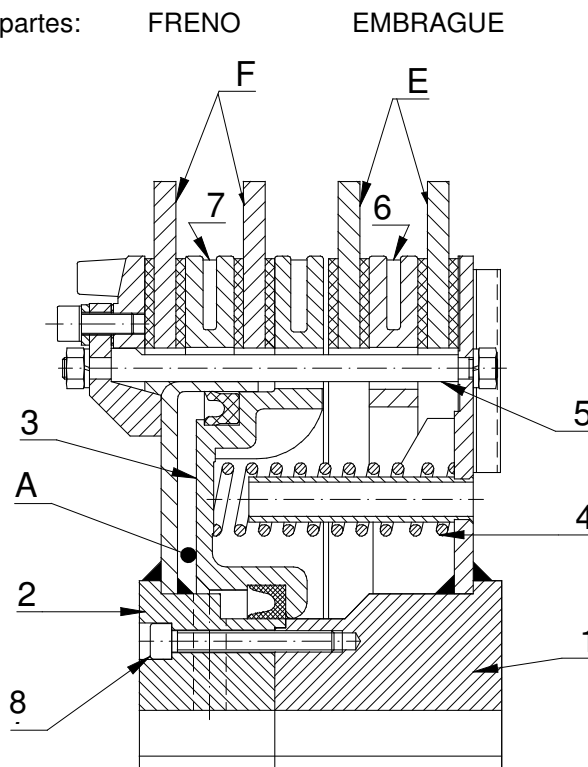

Fig. 2
- Con la máquina parada, desconectar y conectar el aire varias veces y comprobar que el pistón (3) (Fig. 2) se desplaza correctamente.